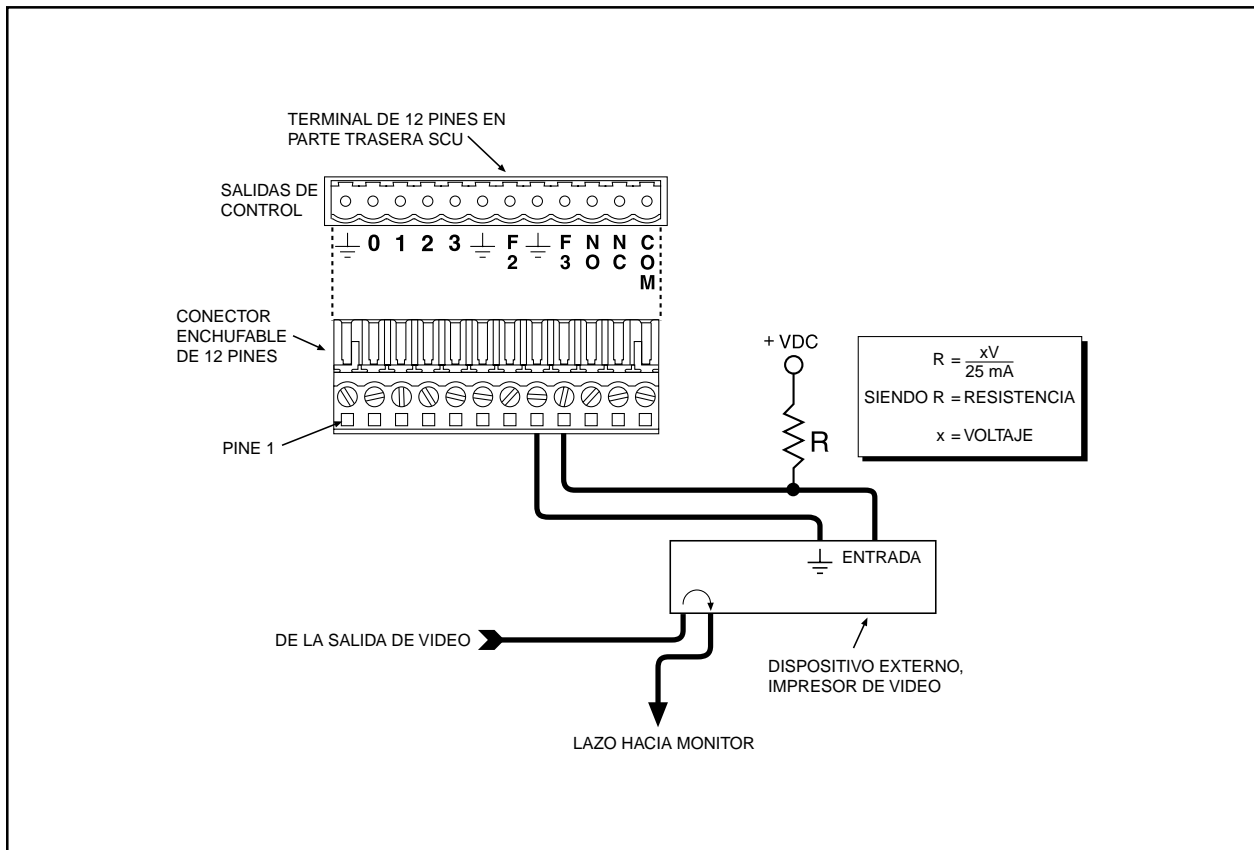

Figura 21. Ejemplo de Salida F3
Referirse a la Figura 21 para el cableado de la salida de los transistores (F2 y F3).
1. Conectar un cable al pino 7 del conector terminal a la entrada TTL del dispositivo externo. El dispositivo a que usted se está conectando debe incluir una resistencia interna de alzar, o usted deberá proveerla para conectarla entre el dispositivo y el conector del terminal, de acuerdo a la fórmula en la Figura 21.